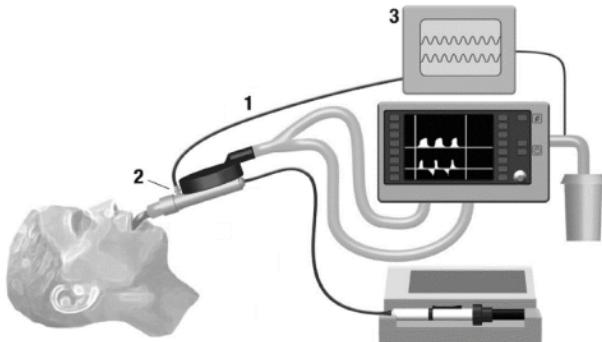

Figura 1
1. Collegare la linea di campionamento gas (1) alla porta di campionamento per il monitoraggio gas di Seda seconda ACD (2) come mostrato in figura 1. Ruotare il connettore luer in senso orario per fissarlo saldamente e assicurare che non vi siano perdite di gas nel punto di collegamento.
2. Collegare la linea di campionamento gas (1) al monitor dei gas respiratori (3). Ruotare il connettore luer in senso orario per fissarlo saldamente e assicurare che non vi siano perdite di gas nel punto di collegamento.